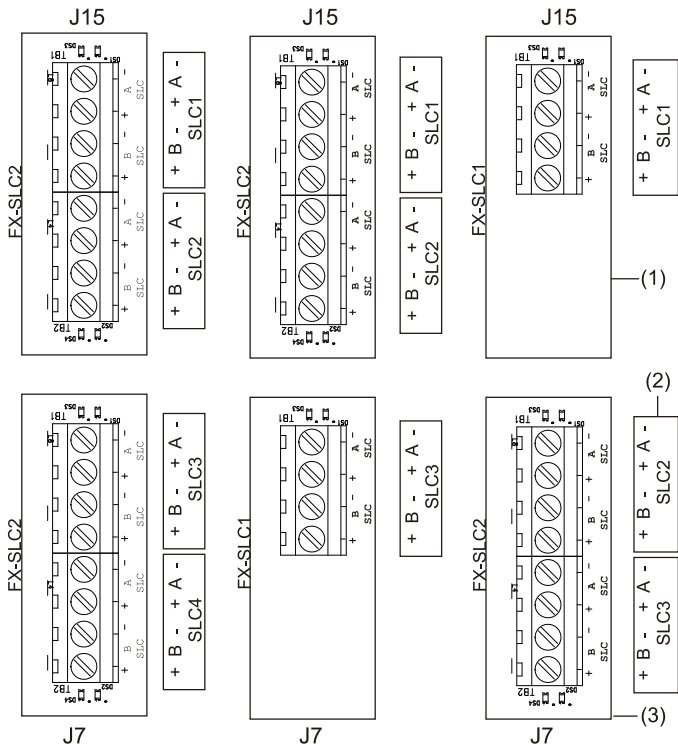

Figura 2: Instalación de una tarjeta FX-SLC2 en un panel FX-1000
La tarjeta de interfaz de lazo doble se conecta al conector J15 o J7 del tablero del circuito principal, tal como puede verse en la Figura 2. Si en el panel se instala solo una tarjeta, se la debe instalar en la posición principal: J15.
2. Conecte la tarjeta al conector J15 o J7, tal como se muestra en la Figura 2. Asegúrese de alinear correctamente las clavijas de conexión y los soportes plásticos, y ejerza presión hasta que el conjunto se bloquee en esa posición.